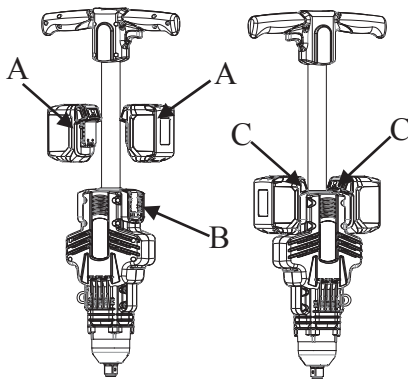

Fig.2
PARA EXTRAER LA BATERÍA: Presione el botón de liberación de la batería (C) en la batería y extráigala (A) de la herramienta (B). (ver Fig. 2)
PARA INSTALAR LA BATERÍA: Empuje la batería (A) sobre la herramienta hasta que encaje en su lugar. (ver Fig. 2)